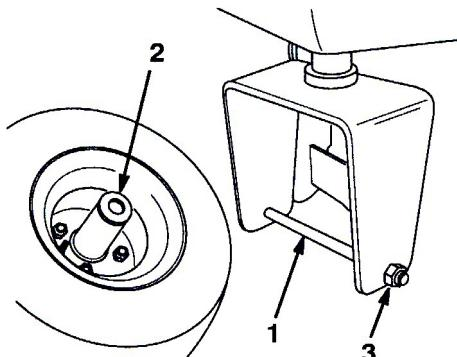

図4
1. 後キャスタ・フォークの車輪取り付け穴についているボルトとロックナットを外す(図4)。
2. キャスタ・フォークに後輪を取り付ける。片方の穴からボルトを差し入れ、スペーサを入れて車輪にボルトを通して(図4)。